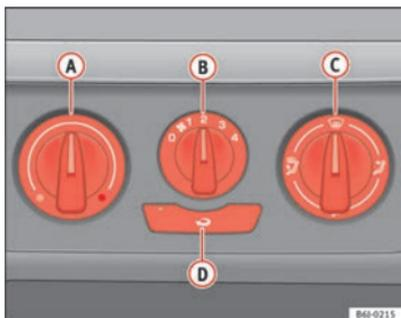

Fig. 88 Comandos do aquecimento no painel de instrumentos
- Rodar o regulador da temperatura **(A)** ⇒ fig. 88 para a esquerda.
- Rodar o regulador da temperatura **(A)** ⇒ fig. 88 para a direita, até ser atingido o nível de aquecimento pretendido.
- Rodar o regulador da temperatura **(A)** ⇒ fig. 88 para a direita, até ao nível máximo de aquecimento.
- Rodar o regulador da temperatura **A** ⇒ página 127, fig. 88 para a zona do aquecimento.